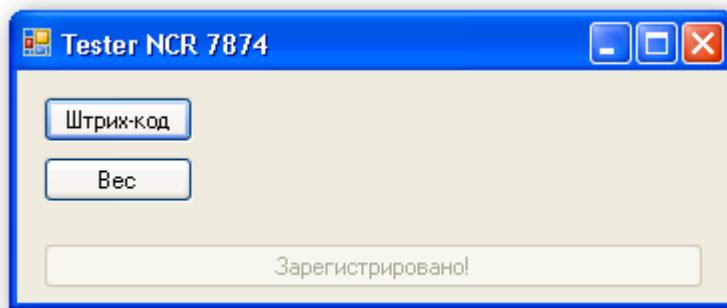

Рисунок 5 – Тестер
7. Тестовий приклад роботи розробленої СОМ-бібліотеки для роботи з низькопрофільним біоптичним сканер-вагами NCR-7874 використовуючи Active Template Library, рисунок 5.